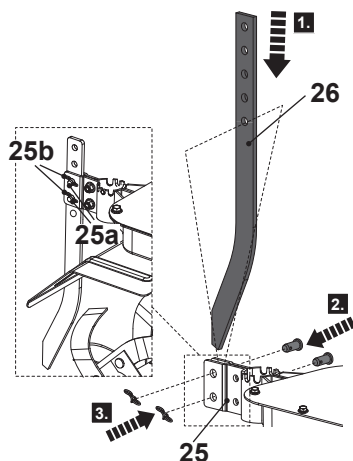

Fig. 3
1. Retire los dos tornillos (25a) y las contenciones (25b) del soporte de la pieza deslizante (25) y guárdelos a mano.
2. Introduzca la pieza deslizante (26) en el soporte de la pieza deslizante (25) (fig. 3, paso 1) y deslícela (26) hacia arriba o hacia abajo hasta que los agujeros de montaje estén alineados.
3. Pase los tornillos (25a) por los agujeros de montaje (fig. 3, paso 2).
4. Fije las conexiones pasando las contenciones (25b) por el agujero de los tornillos (25a) (fig. 3, paso 3).